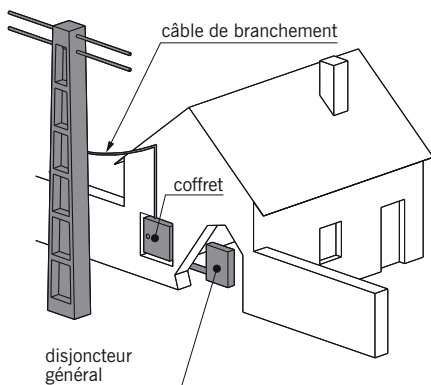

fig. 16.3
- **Aérien** avec le câble accroché sur la façade et redescendant jusqu'au *coffret de branchement* (fig. 16.3).